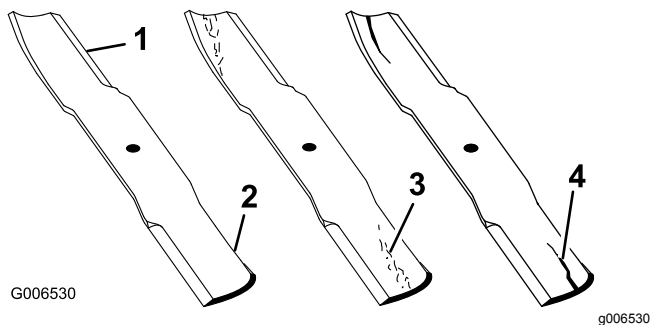

Figura 93
1. Inspeccione los filos de corte (Figura 93).
4. Si observa fisuras, desgaste o la formación de una ranura en esta zona, instale de inmediato una cuchilla nueva (Figura 93).